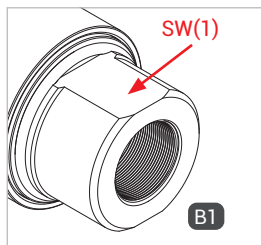

Abbildung 1
- ▶ Halten Sie beim Montieren der Medienleitung an der Schlüsselfläche SW(1) (Abbildung 1) mit einem Gabelschlüssel gegen.
- ▶ Verschrauben Sie die Betriebsmedienzuleitung „B1“ druckdicht mit dem Anschluss der Medienleitung (Abbildung 1). Anzugsdrehmoment siehe untenstehende Tabelle.